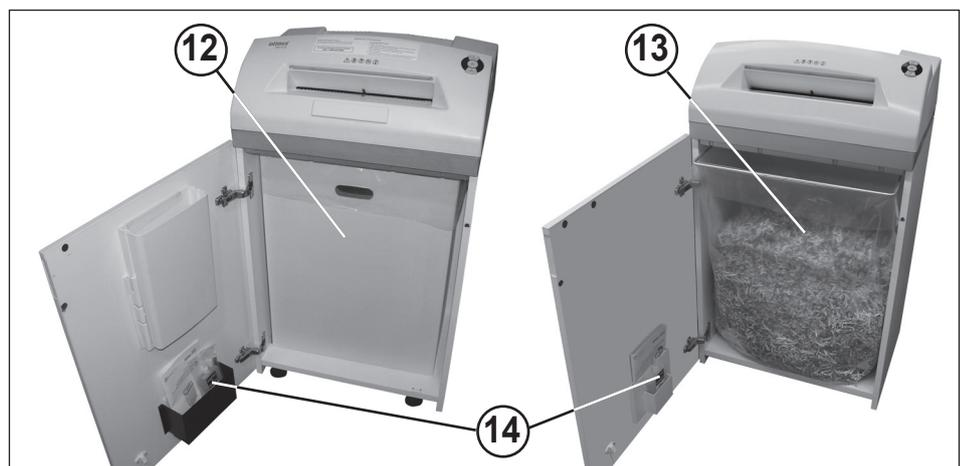

Fig. 4
12 = Depósito colector (Fig. 4)
13 = Saco colector de papel (Fig. 4)
14 = Recipiente de óleo (Fig. 4)
### ESVAZIAR O DEPÓSITO COLECTOR / SACO COLECTOR PARA PAPEL (Fig. 4):
Abra a porta. O indicador de controlo (8) acende-se e o indicador LED (4) do botão de retrocesso (4), bem como o indicador de controlo (7) piscam. Retire o recipiente de óleo (14) (Fig. 4) do suporte da porta e volte a fechá-la.